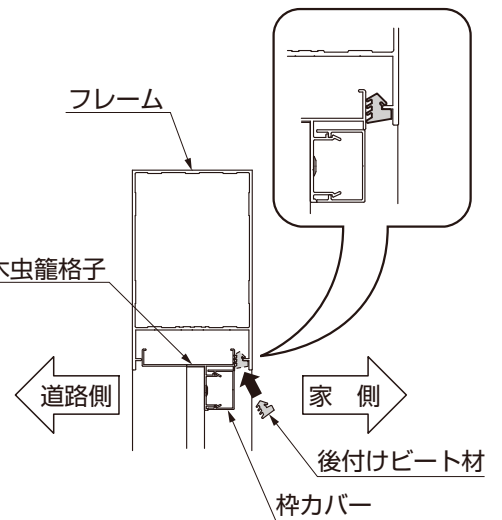

図5-7
- ④後付けビート材を木虫籠格子とフレームのすき間にはめ込んでください。(図5-7参照)
- ⑤余分な後付けビートを切詰めてください。